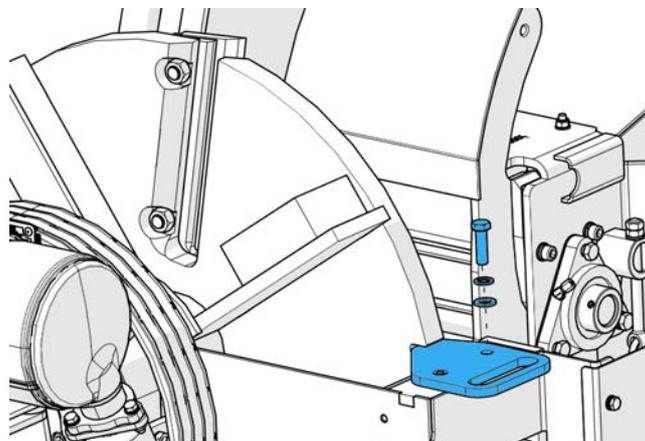

Figure 56 - Installation de l'outil de blocage du volant.
6. Tourner le volant moteur jusqu'à qu'il se positionne de verrouillage. (Figure 56).
7. Insérer l'outil de blocage de volant dans la rainure sur le volant. La rainure devient visible dès que la roue est dans la position correcte (Figure 56).